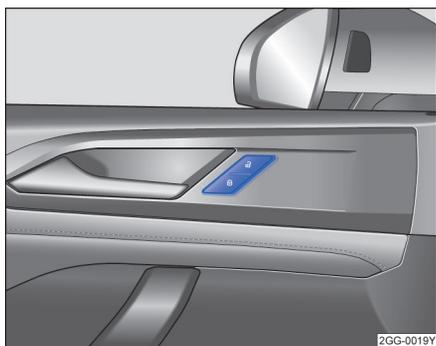

图 47 驾驶员侧车门内：中央集控门锁按钮。
如短时间内反复按压汽车钥匙上的按钮→图 46 或中央门锁某个按钮→图 47，则中央门锁系统将暂时关闭，防止系统过载。然后汽车处于解锁状态约 30 秒钟。在此期间，若未打开车门或行李厢盖，随后汽车将自动闭锁。
按压按钮→图 47：
- 按压 🔓 按钮→图 47